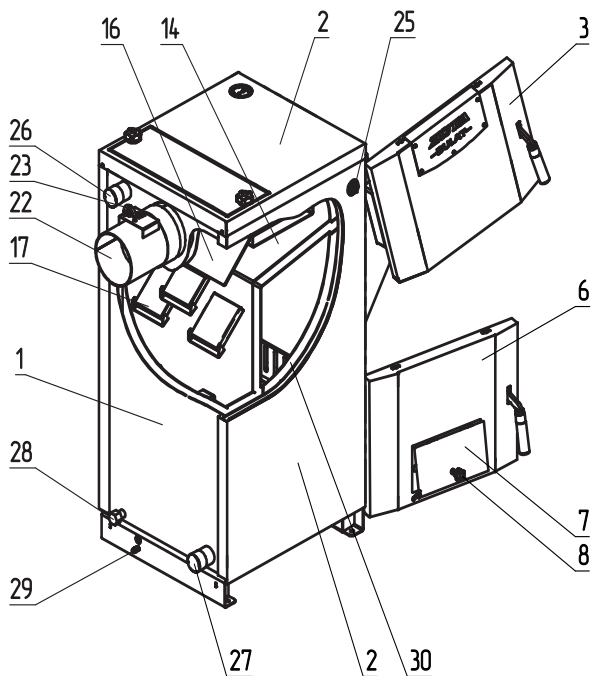

Рис.1 Конструкция отопительного котла
4.5.10. Эксплуатация котла без зольного ящика (поз.20 рис.1).
5.1. Котел (рис.1) состоит из корпуса (поз.1), топки (поз.13), дымохода (поз.22). В нижней части топки устанавливаются колосники (поз.19) и зольный ящик (поз.20).
Внимание! Не допускается эксплуатация котла, без установленного зольного ящика (Рис.1 поз.20). Эксплуатация котла без установленного зольного ящика приводит к прогоранию и деформации водонеохлаждаемых поверхностей котла. В случае нарушений условий эксплуатации котла, рекламации не принимаются.
Внимание! Не допускайте переполнения зольного ящика (Рис.1 поз.20), так как это препятствует правильному распределению воздуха под топливом, что приводит к неэффективному горению топлива и может быть причиной прогорания и деформации водонеохлаждаемых поверхностей.
Внимание! Не допускается эксплуатация котла, без установленной шуровочной решетки (Рис.1 поз.18). Отсутствие шуровочной решетки может привести к повреждению лакокрасочного покрытия и прогару поддувальной двери. В случае нарушений условий эксплуатации котла, рекламации не принимаются.
Внимание! Не допускается эксплуатация котла, без установленной заслонки (Рис.1 поз.15). Эксплуатация котла без установленной заслонки приводит к прогоранию и деформации водонеохлаждаемых поверхностей котла. Котел не выходит на номинальную мощность. В случае нарушений условий эксплуатации котла, рекламации не принимаются.
- Откройте заглушку вертикального канала теплообменника (поз.11 Рис.1) и уберите заслонку 2 дымоотводную (поз.16 Рис.1);
- После установки шамотных кирпичей установите заслонку 2 дымоотводную (поз.16 Рис.1) и заглушку вертикального теплообменника (поз.11 Рис.1).